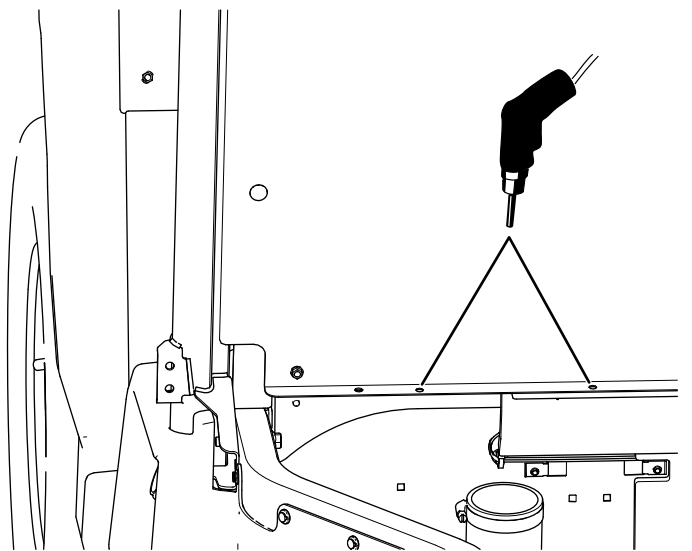

Figura 26
- D. Retire la cubierta de admisión de la CVT y perfore los 2 orificios (11/32") en el panel del asiento (Figura 26).